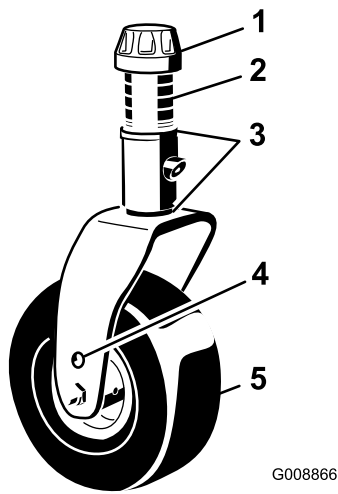

Figura 17
- Retire a tampa de fixação do eixo roscado desloque o fuso (Figura 17) para fora do braço da roda giratória. Coloque ambos os calços (3 mm) no eixo, tal como se encontravam originalmente. Estes calços são necessários para atingir a mesma altura ao longo de toda a largura das unidades de corte. Desloque um número apropriado de cunhas de 13 mm (consulte a tabela abaixo) para o eixo para obter a altura de corte desejada; em seguida, desloque a arruela para o eixo.